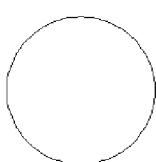
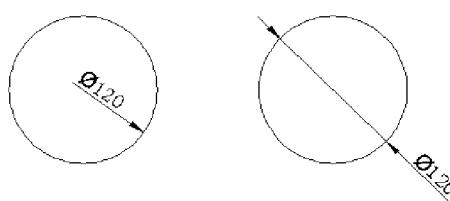

图 3.20 原图
图 3.21 标注直径尺寸
- (1) 单击“直径”标注按钮 DIA ，移动光标(小方块)选择要标注的圆。
- (2) 移动光标到适当位置并单击鼠标左键即可显示标注值。图 3.20 所示为原图，图 3.21 所示为标注直径尺寸后效果。